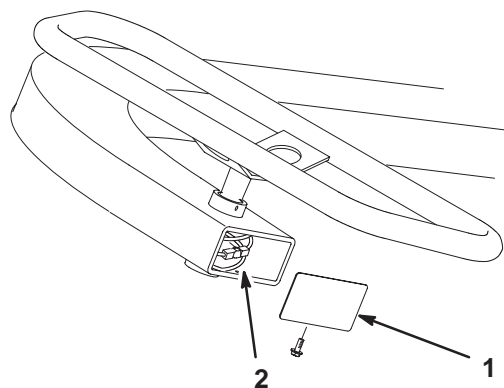

Figure 53
2. Si tous les filets de l'embout du câble ont été utilisés, il faut remplacer le câble. Si nécessaire, procédez à l'entretien de la poulie et du câble de direction sous le volant en déposant l'obturateur à l'extrémité de la colonne de direction (Fig. 53).